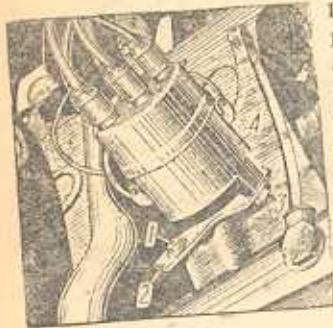

Рис. 28. Установка момента зажигания:
3. Для изменения установки момента зажигания затяжку главного зажимного винта 3 (рис. 28) и поверни корпус прерывателя 4. Для того чтобы увеличить запаздывание зажигания, поворачивай корпус прерывателя-распределителя по часовой стрелке; для увеличения оператора зажигания поворачивай фрикционным щупом, пуск прерывателя-распределителя как при выгорании электрода.